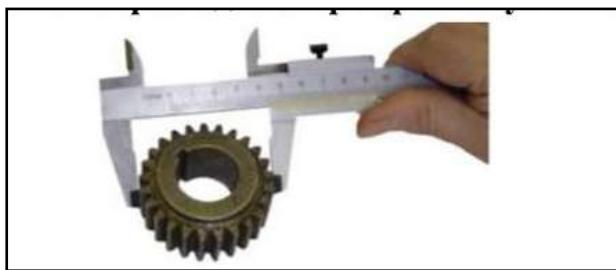

Рис.47 Определение диаметра вершин зубьев колеса
- Штангенциркулем измерить диаметр вершин зубьев колеса - d_a (рис. 47);